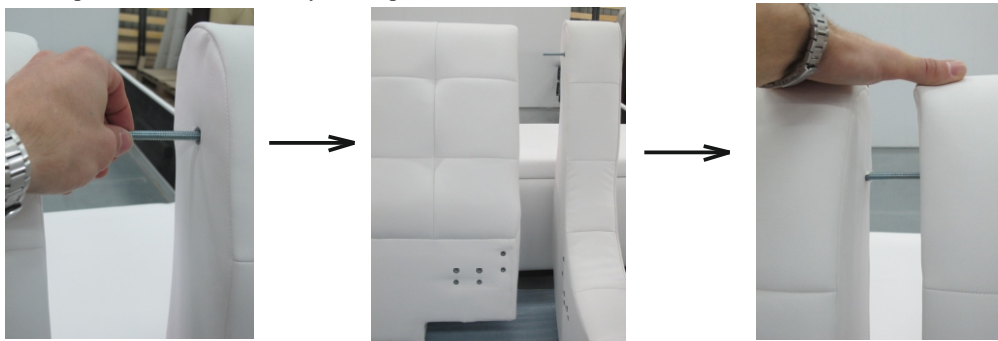

рис. 1
2. В отверстия на верхней части боковых царг (дет. 2) ввинтите шпильки (Ф-2). Боковые царги (дет. 2) присоедините к головной спинке кровати (дет. 1) слева и справа, вставляя шпильку в отверстие в боковине головной спинки (**рис. 1**).